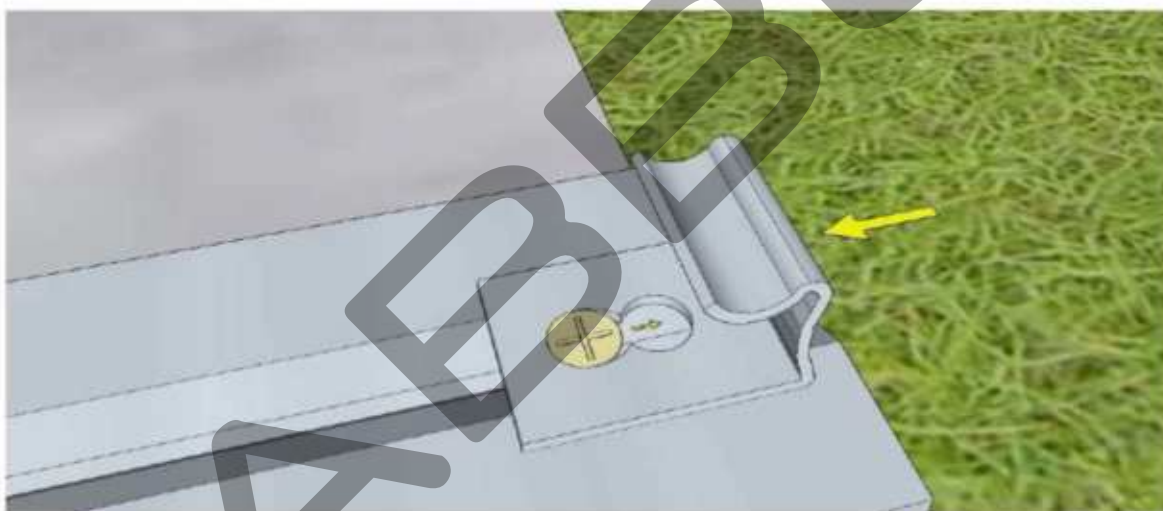

Рис.13
5. После укладки последней доски на лаги, вставляют финишный (стартовый) кляймер под доску на расстоянии не более 1 мм от края доски. Убирают доску, крепят кляймер саморезом, укладывают доску и подбивают кляймер до полного контакта с доской (рис.13).